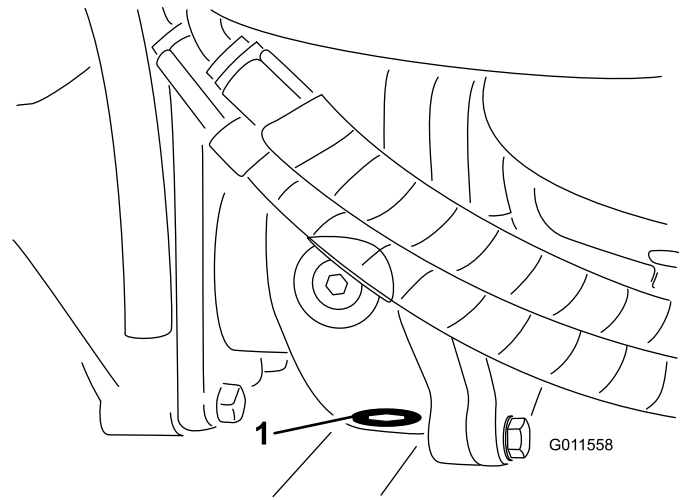

Figura 91
5. Pulite l'area circostante il tappo di spurgo sul fondo della scatola degli ingranaggi (**Figura 91**).